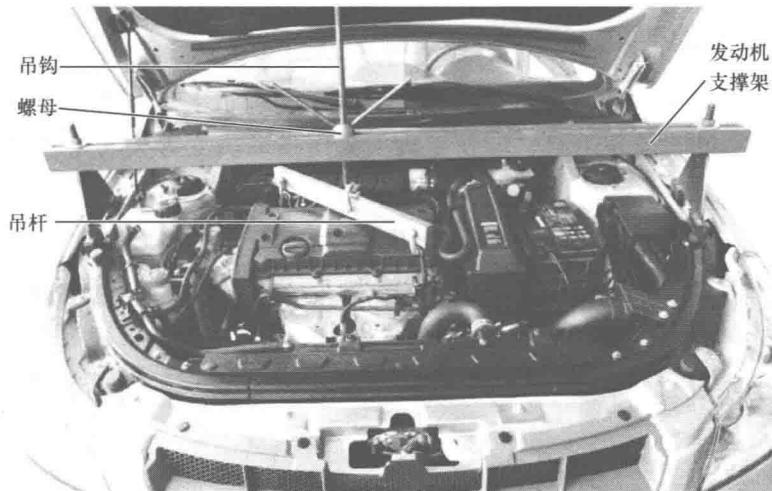

图 1-12 安装发动机吊装工具
③ 先用吊杆钩住发动机的两个吊耳，再用吊钩钩住吊杆，然后用力旋转吊钩螺母，将吊杆固定在发动机支撑架上，直到吊装装置不松动，如图 1-12 所示。
④ 拆卸发动机右支架总成，然后更换正时带，或者装好吊装工具后升起汽车，在车底单独拆下变速器总成。